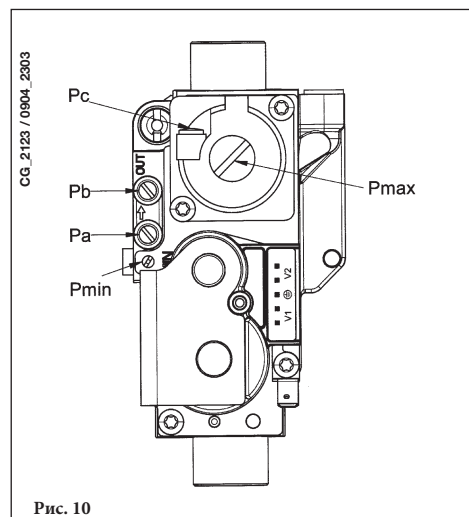

Рис. 10
- Подключите положительный вход дифференциального манометра, предпочтительно жидкостного, к точке измерения давления (Pb) газового клапана (Рисунок 10). Подключите, только для моделей с закрытой камерой, отрицательный вход этого же манометра к специальному тройнику, позволяющему соединить между собой компенсационную точку котла, компенсационную точку газового клапана (Pc) и сам манометр. (Аналогичное измерение можно выполнить, подсоединив манометр к точке измерения давления (Pb) и без передней панели закрытой камеры);
- e) Отрегулировать винт "Рмакси/Рмин" (рисунок 10) до получения величины давления, указанной в Таблице 1.
Для настройки давления на максимальной мощности используйте регулировочный винт "Рmax" (рис. 10), поверните его по часовой стрелке для увеличения давления на горелке и против часовой для уменьшения.
Для настройки давления на минимальной мощности используйте регулировочный винт "Рmin" (рис. 10), поверните его против часовой стрелки для увеличения давления на горелке и по часовой для уменьшения.
- 5) При работе котла на 100% мощности, отрегулируйте винт “Pmax” (рис. 10) до достижения указанного в Таблице 1 значения давления (вращайте по часовой стрелке для увеличения давления и против часовой стрелки для уменьшения).